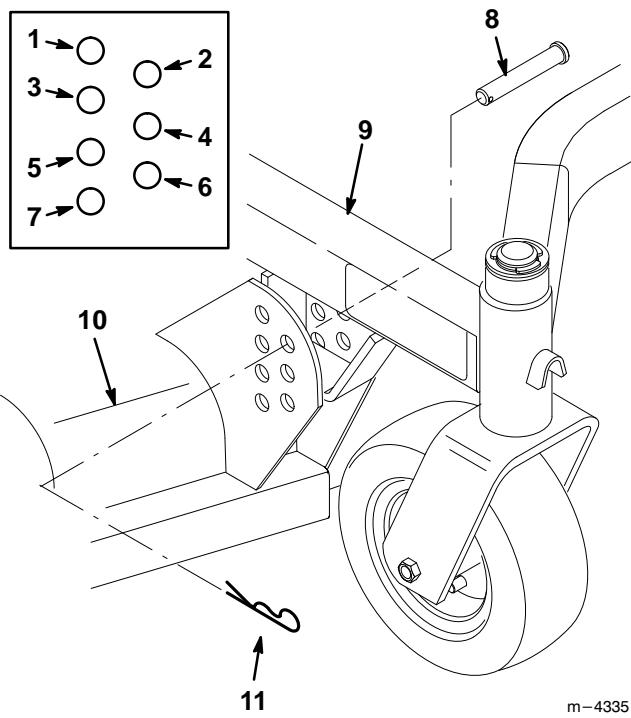

Abbildung 5
2. Das Schnittmesserdeck mit vier (4) Sicherungsstiften und Haarnadelsplinten am Trägerrahmen anbringen (Abb. 5).